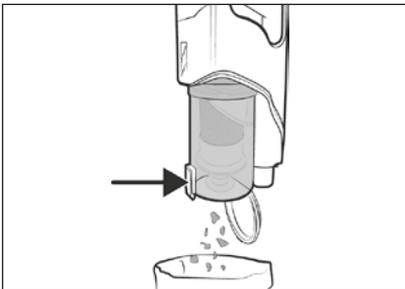

Abb. 16
① Hinweis
- 1) Halten Sie den Staubbehälter **7** in einen Abfalleimer und drücken Sie die Staubbehälterdeckel-Entriegelungstaste **8**. Der Staubbehälterdeckel **9** öffnet sich und der Inhalt wird in den Abfalleimer entleert (siehe Abb. 16). Schliessen Sie anschließend den Staubbehälterdeckel **9**.